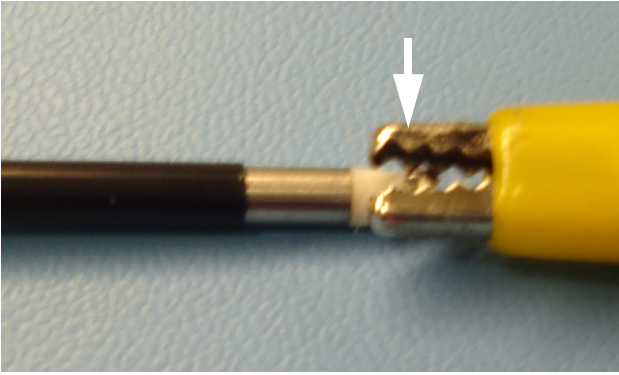

Figura 4
7. Conecte el cable de prueba activa del analizador electroquirúrgico a la salida activa de la sonda SERFAS Energy (véase la Figura 4).